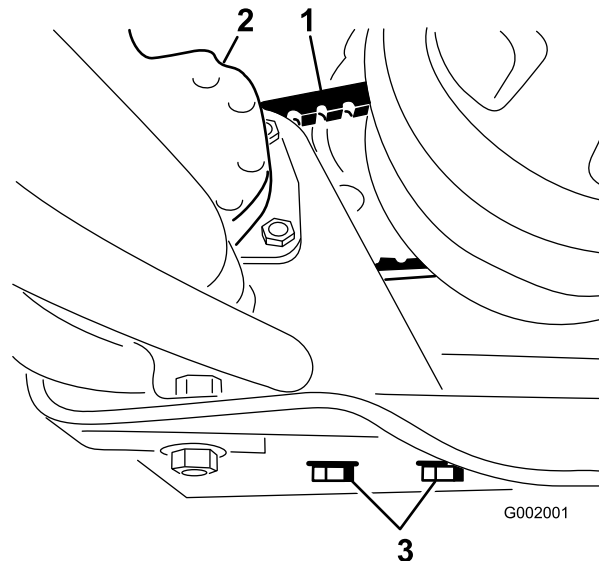

Bild 66
2. Lösen Sie die Befestigungsschrauben der Lenkpumpe (Bild 66).